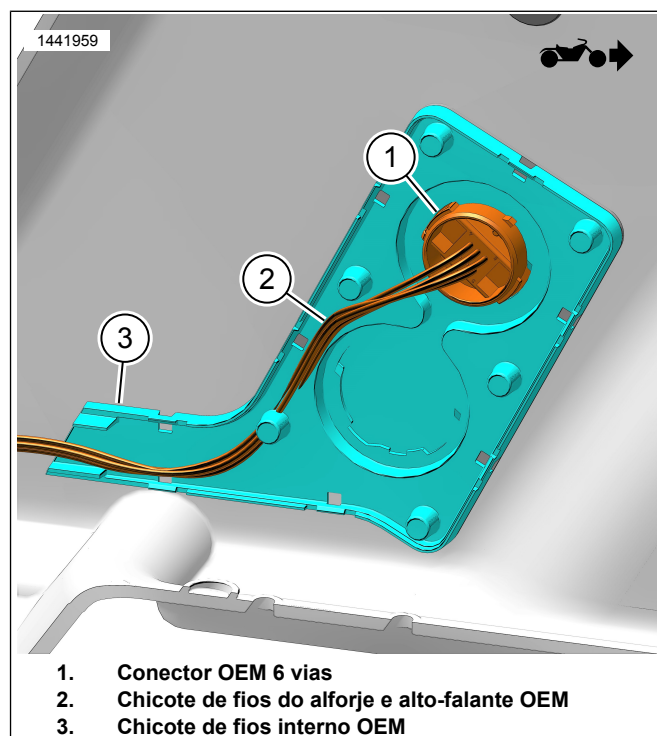

Figura 6. Chicote de fios interno OEM (dentro do alforje)
1. Veja a figura 6. Remova os componentes OEM do alforje direito.
- d. Remova o conector de 6 pinos OEM [289B] (1). Solte a trava do retentor e gire no sentido anti-horário.
- e. Puxe os conectores e os fios (2) do chicote de fios do alto-falante e do alforje pelo furo. Guarde para usar depois.
- f. Remova e descarte o chicote de fios interno OEM (3) e os parafusos.
2. Veja a figura 6. Instale o conector de 6 pinos OEM (1) no alforje direito.
- a. Instale os conectores e os fios do chicote de fios do alforje e do alto-falante (2) pelo furo.
- b. Instale o conector de 6 pinos OEM [289B] (1). Gire-o no sentido horário e até que o retentor trave.